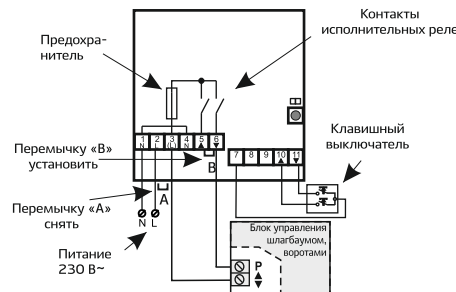
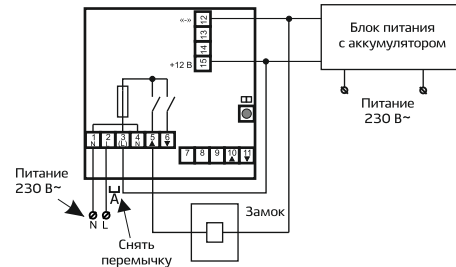

Рис. 2 — Подключение к шаговому входу
Рис. 3 — Подключение к электромеханическому замку
**Режим короткой команды.** Применяется для управления сторонней автоматикой: блокии управления шлагбаумов, секционных, распашных, откатных ворот (см. рис. 2 и рис. 3). Длительность команды — 1,5 с.
**Дверной режим.** Применяется для управления электромагнитными и электромеханическими замками для дверей и калиток. Длительность команды устанавливается до 180 с. Заводская установка — 3 с (см. рис. 3).